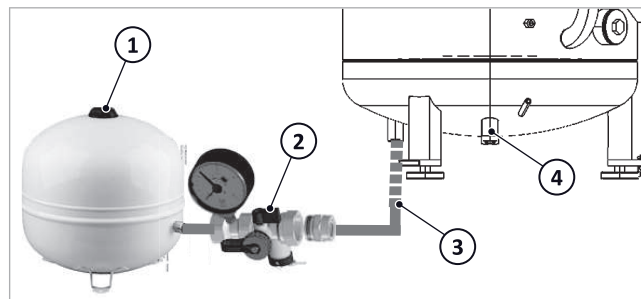

Fig. 3: Depósito de expansión de membrana con grupo de conexión en SolvisBen
La SolvisBen se puede ampliar con una instalación solar térmica. Internamente ya cuenta con un cargador de estratificación solar → Fig. 3 (4) para una estratificación óptima del calor solar en el acumulador, así como con todas las funciones de regulación necesarias para el servicio solar en la regulación del sistema.